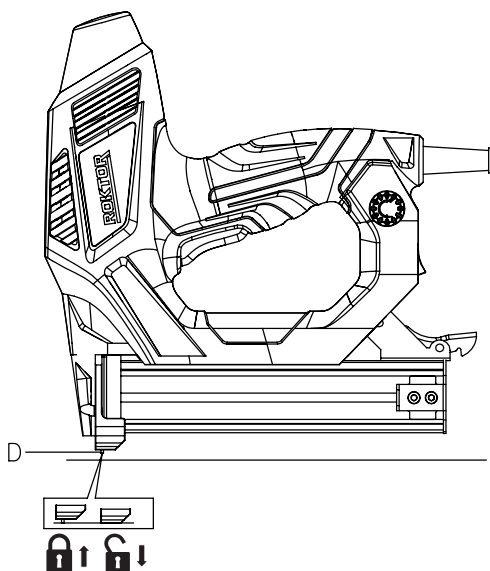

Fig. 2
2. OPERATING THE TOOL (SEE FIG. 2)